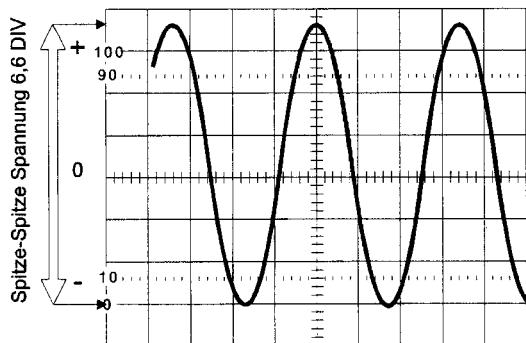

Abbildung 8.4-1
- 2.) Verschieben Sie nun mit dem Einsteller für die horizontalen Position die Kurve so, daß der positivste Punkt des Signals durch die vertikale Mittellinie führt. In der Abbildung 8.4-1 beträgt die Strecke zwischen Extremwerten 6,6 Raster teilungen (DIV).